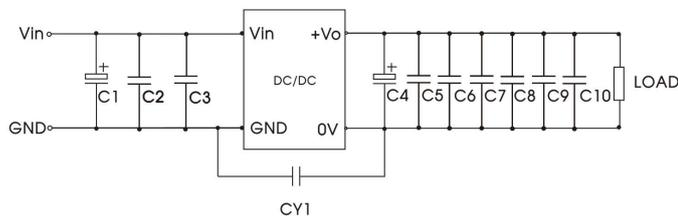

图 3
①全文指标均在，产品增加强制外围（见图 3）下所得，否则产品可能无法正常工作；
②输入电压不能超过此值，否则可能会造成永久性不可恢复的损坏。
①在 0% - 5%负载条件下, 输出电压精度最大值为±5%;
②按 0%-100%负载工作条件测试时, 负载调节率的指标为±3%;
③瞬态响应偏差测试需使用图 3 推荐的外围电路;
④纹波和噪声的测试方法采用平行线测试法及图 3 推荐的外围电路, 具体操作方法参见《DC-DC (宽压) 模块电源应用指南》。
所有该系列的 DC/DC 转换器在出厂前，都是按照（图 3）推荐的测试电路进行测试。
C15	参考应用电路图 3 中 C4
C16/C17	参考应用电路图 3 中 C9、C10